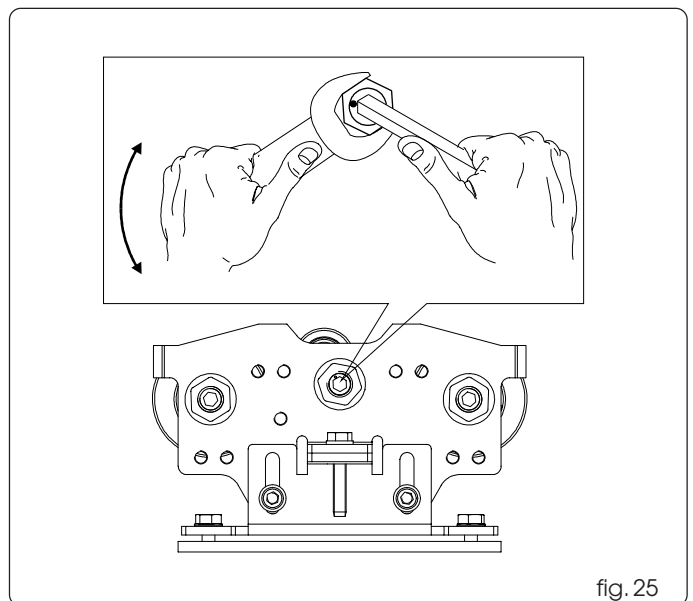

fig. 25
- Mantenga sujeto el tornillo de regulación con la llave Allen y afloje la tuerca de bloqueo (fig. 25).